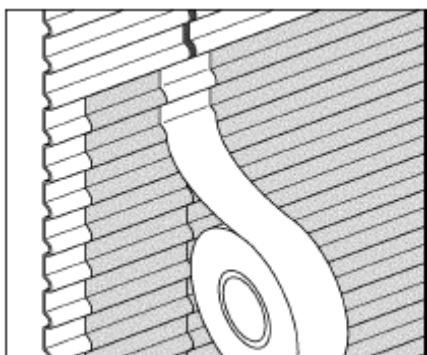

Рис. 23. Заклеивание швов кузова бумагой
- b. Заклеить прорезанные швы полосой аппликационной бумаги шириной 5,1 см. См. рисунок 23.